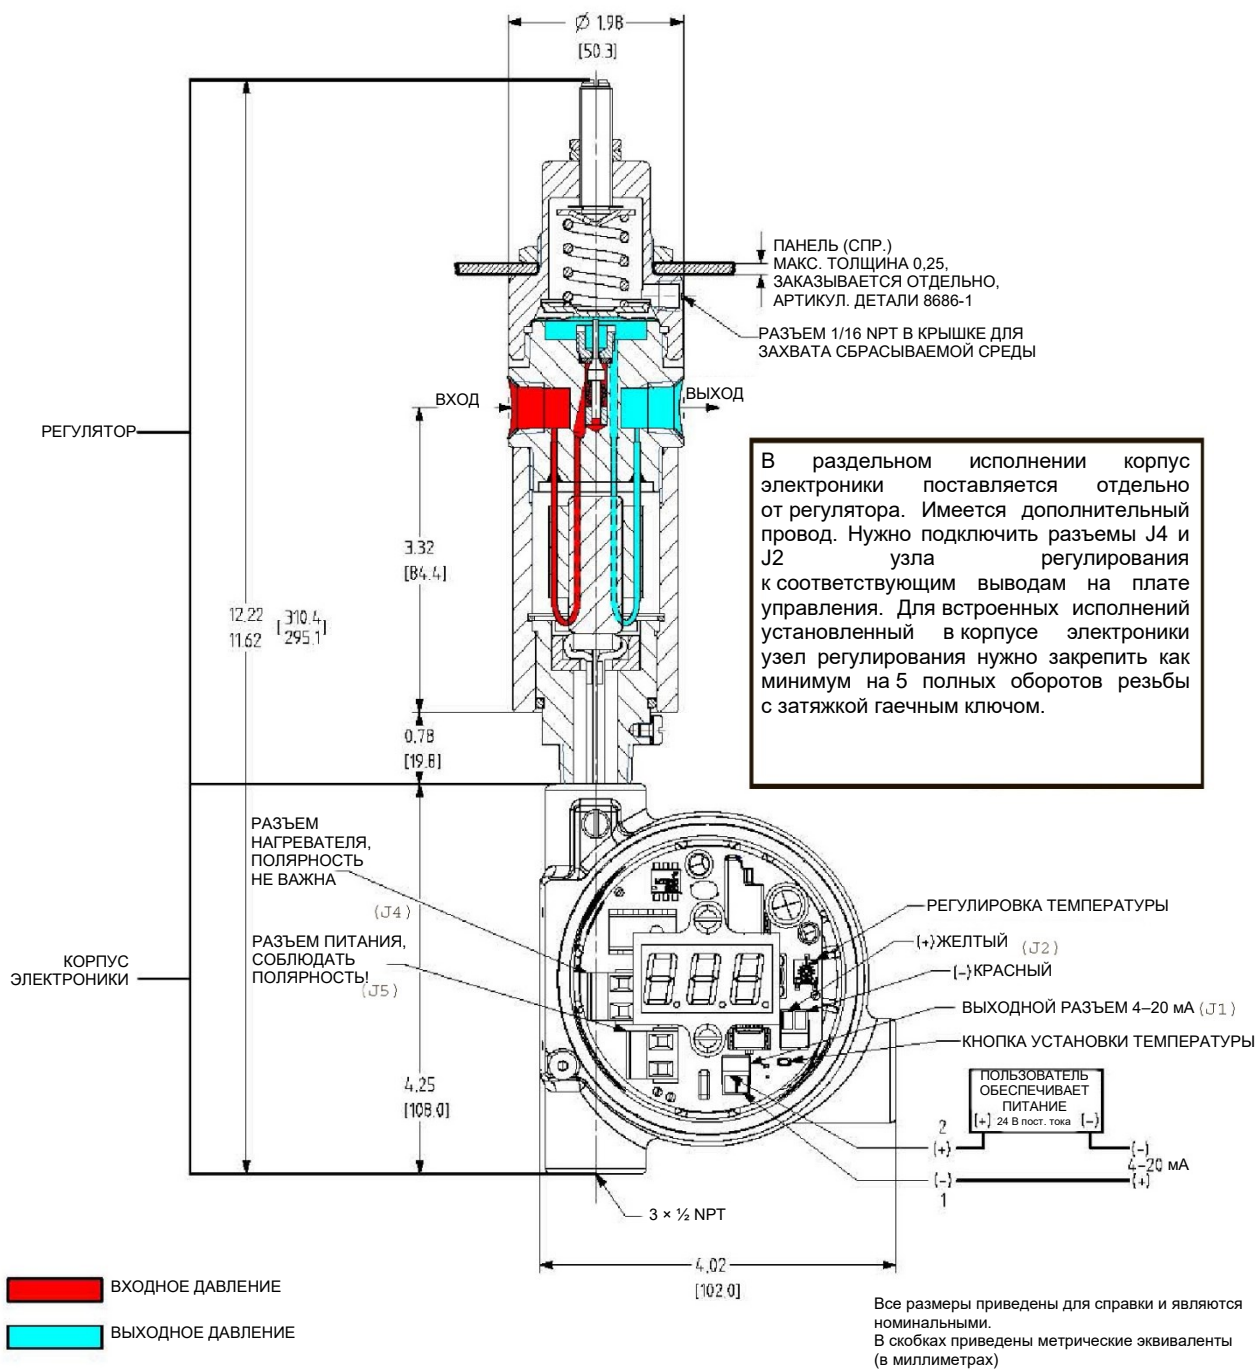

Рис. 2
- д. Отсоедините разъем питания и (при наличии) разъем выходного сигнала 4–20 мА от платы электроники. См. рис. 2.
- е. Проведите провода питания и (при наличии) провода выходного сигнала 4–20 мА через отверстие 1/2" NPT. См. рис. 2.
- ж. Закрепите провода питания и (при наличии) провода выходного сигнала 4–20 мА к винтовым разъемам и внутреннему заземлению. См. рис. 2.
- и. Если используется выход 4–20 мА, необходимо подвести напряжение возбуждения 20–28 В с развязкой. Выход 4–20 мА соответствует показаниям термодатчика от 50 до 400 °C (от 122 до 752 °F). См. рис. 2.